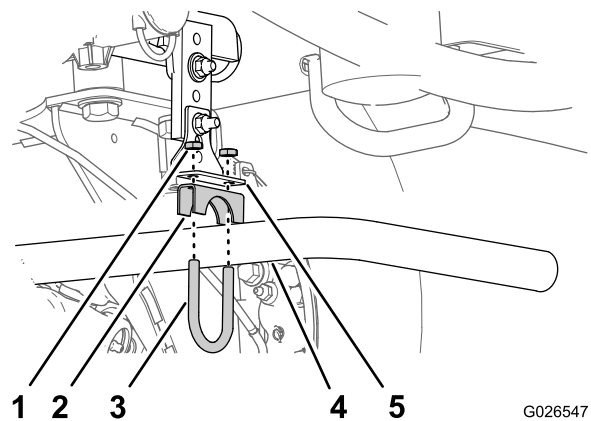
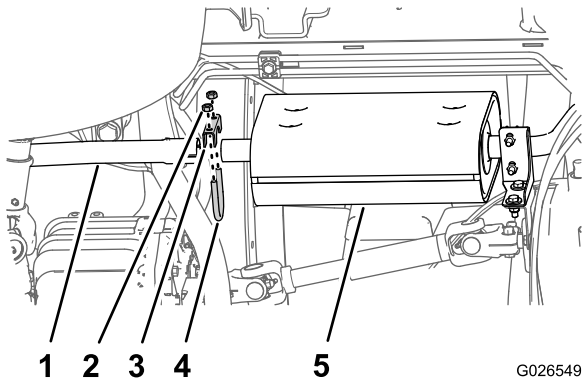

Figura 2
Figura 4
1. No gancho de escape e no suporte do tubo de escape, remova as 2 porcas, a cavilha em U e o suporte do ponto de apoio que fixam o tubo de escape ao suporte (Figura 2).
3. Remova as 2 porcas, a cavilha em U e o suporte do ponto de apoio que fixam o tubo de escape ao tubo de saída da panela de escape (Figura 4).
4. Remova o tubo de escape da máquina e deite fora o tubo (Figura 2 e Figura 4).